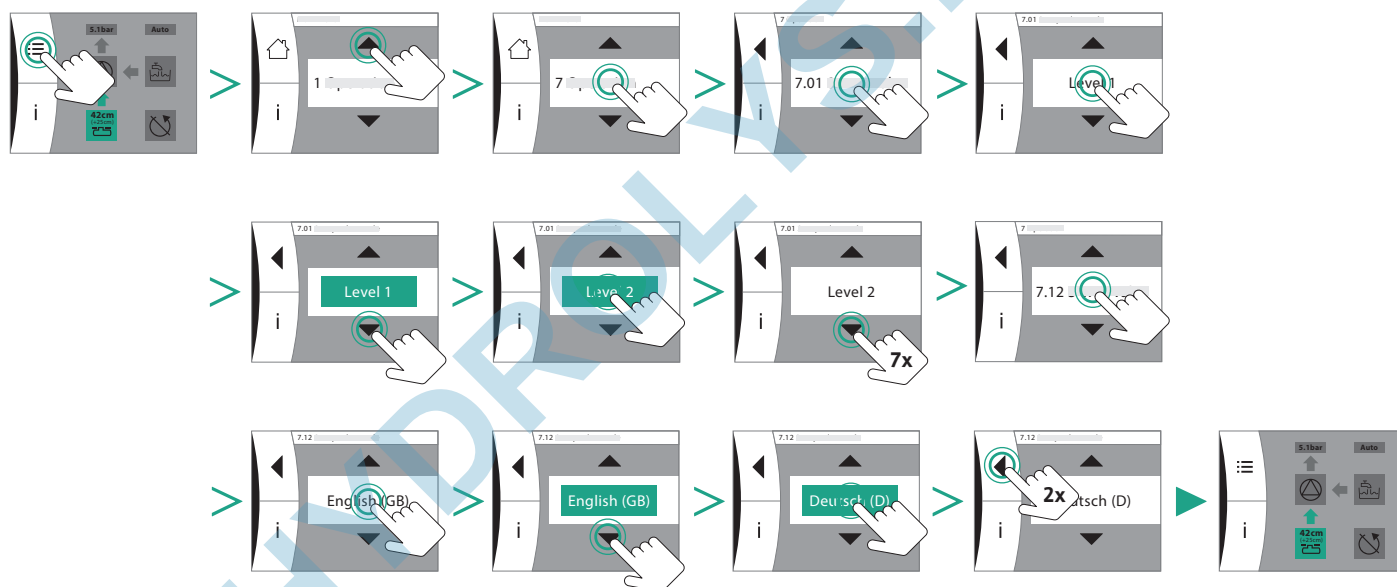

Fig. 24: Paramétrer la langue
7. Sélectionner la langue des menus favorite (Fig. 24).